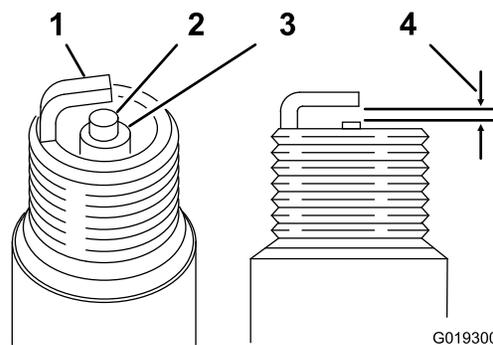

Bild 45
4. Stellen Sie den Elektrodenabstand an jeder Zündkerze zwischen der mittleren und der Seitenelektrode auf 0,76 mm ein, siehe Bild 45. Setzen Sie die Zündkerzen mit korrektem Elektrodenabstand mit einer Dichtung ein und ziehen sie auf 23 N m fest.